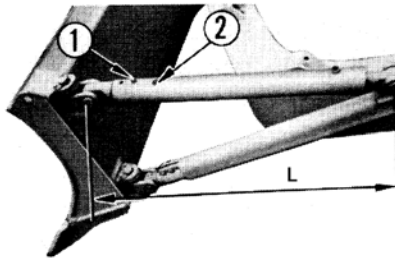

Figura 2-71
- 2) Desenrosque el tornillo (1), aplique un palo de hierro en el agujero del armazón (2), puede extenderse y retirarse. Inclínela la pala hasta el ángulo fijado. Luego fije la posición de los pernos Figura 2-71
Generalmente, la longitud de la varilla (figura 2-71) es de 1.050m, la inclinación de la pala es dentro de 400mm.